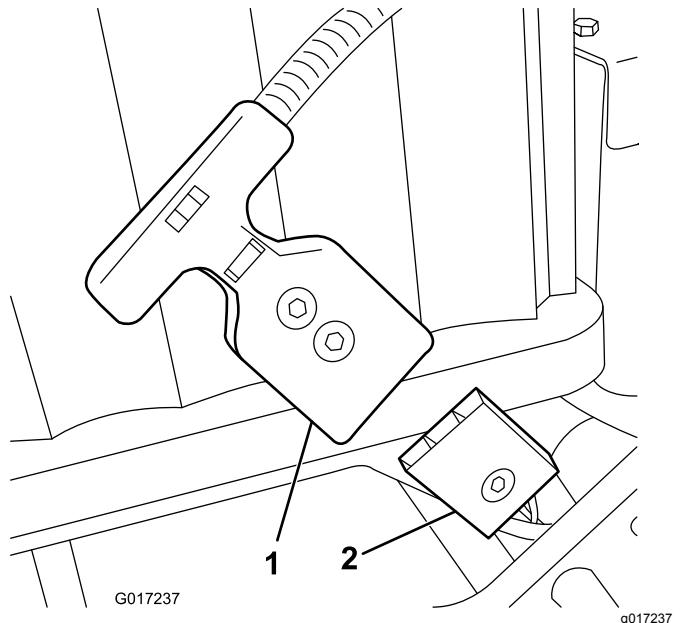

図 16
注 バッテリーパックを取り付けたままの状態ではバッテリーパックのソケットとマシンのワイヤハーネスを接続できない場合には、先にハーネスの接続を行い、それからバッテリーパックを取り付けるようにしてください。バッテリーのベースから主電源コネクタ図 16 を外す。説明にしたがってバッテリーにコネクタを取り付ける。バッテリーをベース
16. メインのワイヤハーネスからのT字コネクタを、バッテリーのベース部にある主電源コネクタに接続する図16。